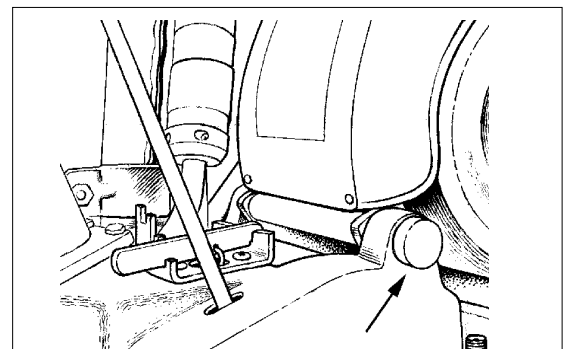

Figure 8
6. Dévissez les boutons de montage du moteur pour desserrer le moteur. (Voir figure 8)